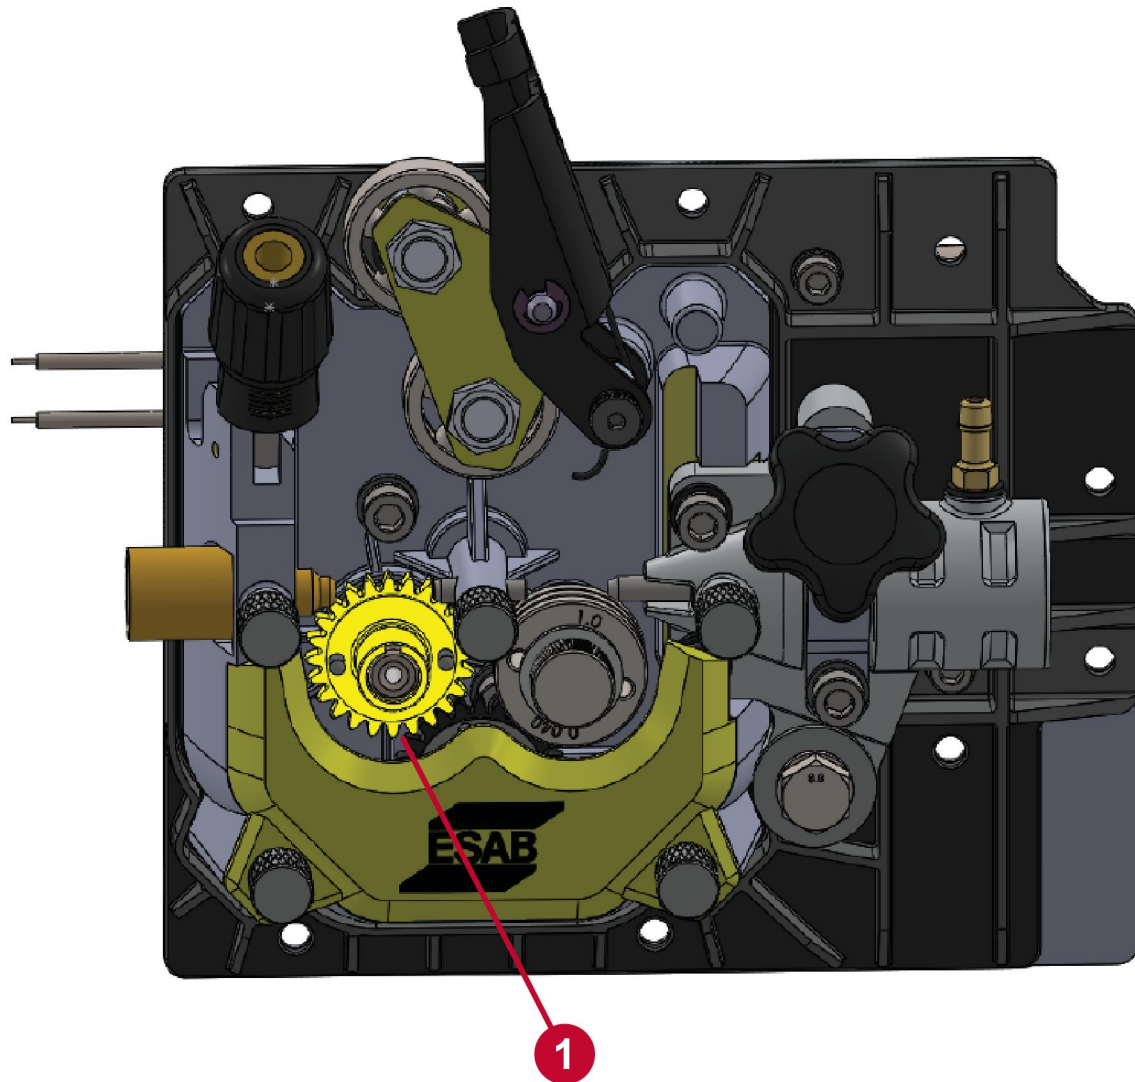

Figura 15. Engranaje de accionamiento con chapa de madera en el eje del motor.
Evite quitar el engranaje de accionamiento (consulte (1) en la Figura 15). (Riesgo de perder la chapa de madera del eje impulsor.)